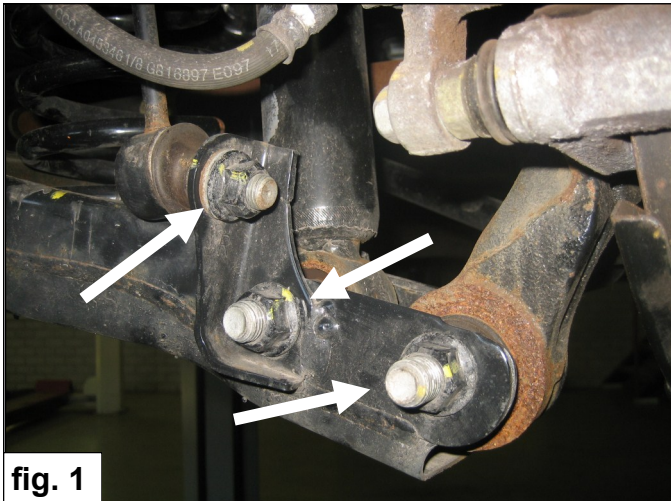

fig. 1
2. Unterstützen Sie den Tragarm und entfernen Sie den Trag-Arm-bolzen an die Radseite, die Stabilisator und die untere Stoßdämpferbolzen. Siehe Fig. 1. **Achten Sie darauf dass der Tragarm unter Federspannung ist.**
2. Soutenez le bras de suspension et enlevez le boulon du bras de suspension côté roue et le stabilisateur et le boulon inférieur de l'amortisseur. Voir fig. 1. **Attention: le bras de suspension est sous tension.**